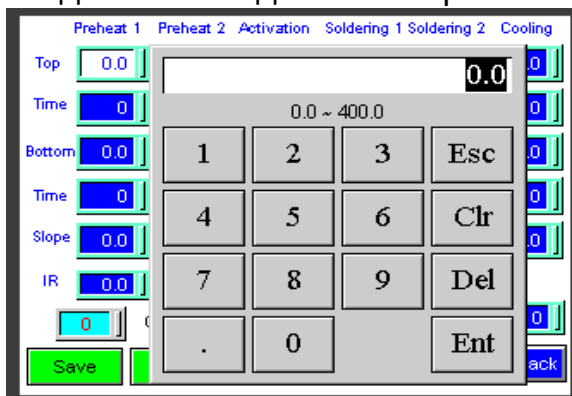

Рис. 7
3. Введите необходимые настройки температуры (рис. 7).